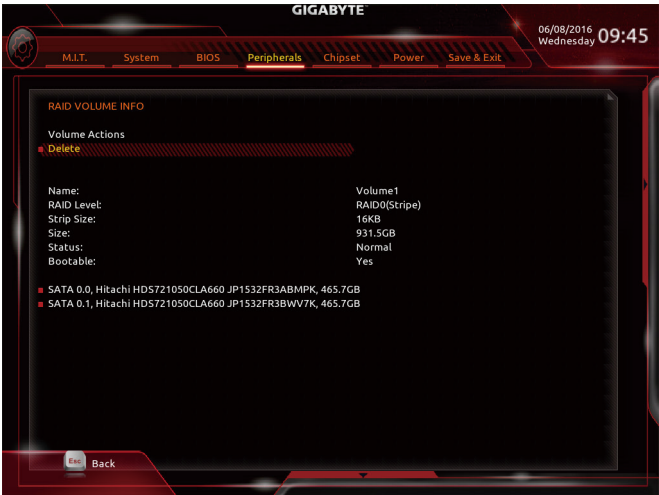

图11
完成后画面将回到「Intel(R) Rapid Storage Technology」画面，即可在「RAID Volumes」处看到建立好的磁盘阵列。若要检视更详细的数据，可在该磁盘阵列上按<Enter>键，即可看到例如磁盘阵列模式、区块大小、磁盘阵列名称及磁盘阵列容量等信息(图11)。